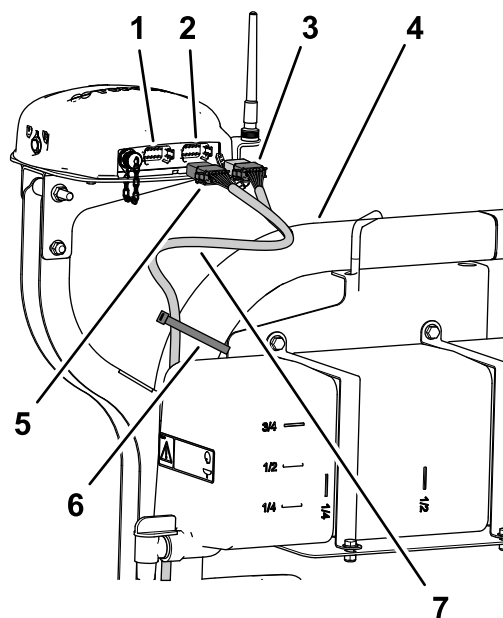

图199
2. 沿着右 ROPS 管布置 390cm 数据线束支管让灰色 12 插槽接头和黑色 12 插槽接头向上对着导向接收器图199。
7. 如 图199 所示用 2 条扎带将 390cm 数据线束支管固定到右 ROPS 管上。